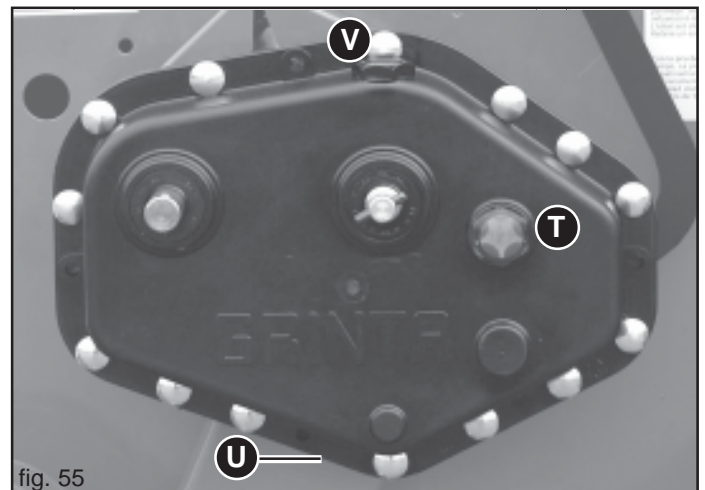

fig. 55
- Den Ölstand im Getriebegehäuse überprüfen und gegebenenfalls bis zum Stand auffüllen (T, Abb. 55). Es wird empfohlen, den gleichen Öltyp (ACER 22) zum Auffüllen zu verwenden.
- Öl Ablaufstutzen (U Abb. 55);
- Öleinfüllstutzen (V Abb. 55).